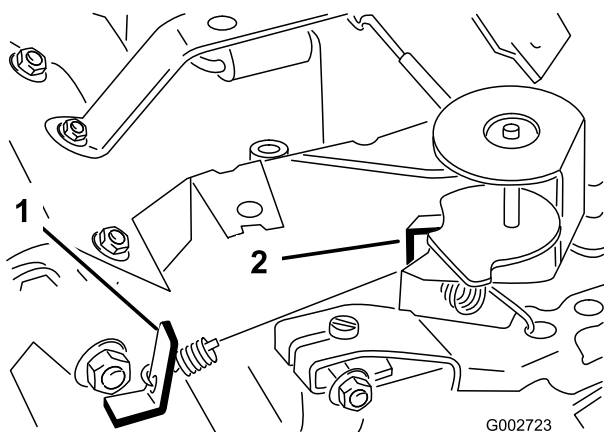

Figure 37
3. Courbez la languette d'ancrage du ressort de ralenti réglé (Figure 37) pour obtenir un régime de ralenti de 1725 ± 50 tr/min. Vérifiez le régime avec un compte-tours.
5. Réglez la manette d'accélérateur en position Régime maximum. Pliez la languette d'ancrage du ressort de haut régime (Figure 37) pour obtenir un haut régime de 3400 ± 50 tr/min.